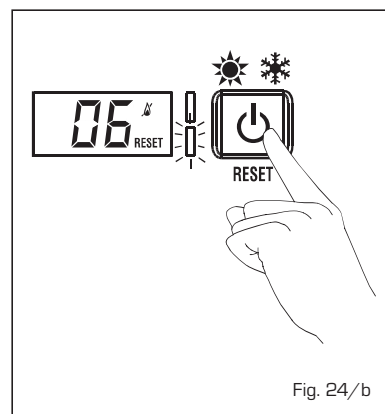

Fig. 24/b
- ANOMALÍA TERMOSTATO SEGURIDAD "AL 07" (fig. 24/c)